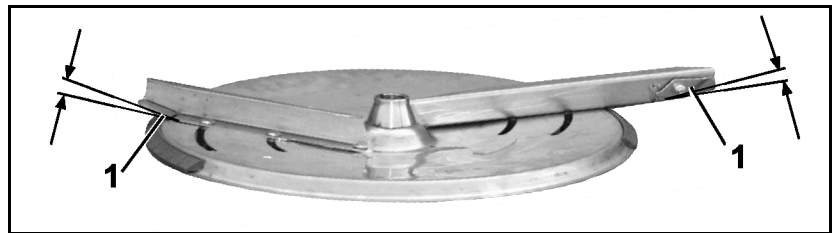

Bild 48
3. Sväng spridarskovlarnas svängbara vingar (Bild 48/1) till önskat läge för normal eller sen gödsling.